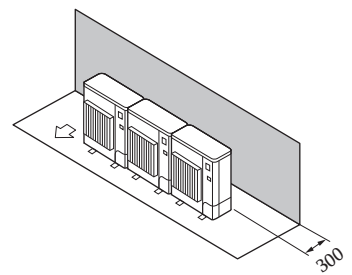

Fig. 2-13
- ① Շրջապատող իրեր՝ միայն հետևի մասում (Fig. 2-13)